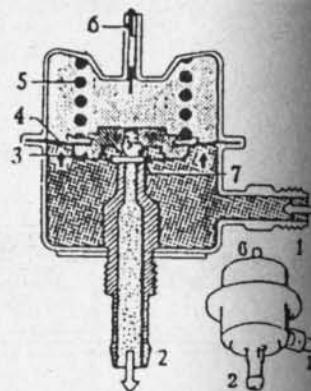

Fig. 3-12.— Regulador de presión
Regulador de presión.— Es del tipo mecánico y consta de un disco y membrana, que mantienen cerrada la válvula (7) (Fig. 3-12). Si la presión de la gasolina sube de 2 kg./cm², se abre esta válvula, permitiendo el retorno de gasolina al estanque, desde el tubo (6).